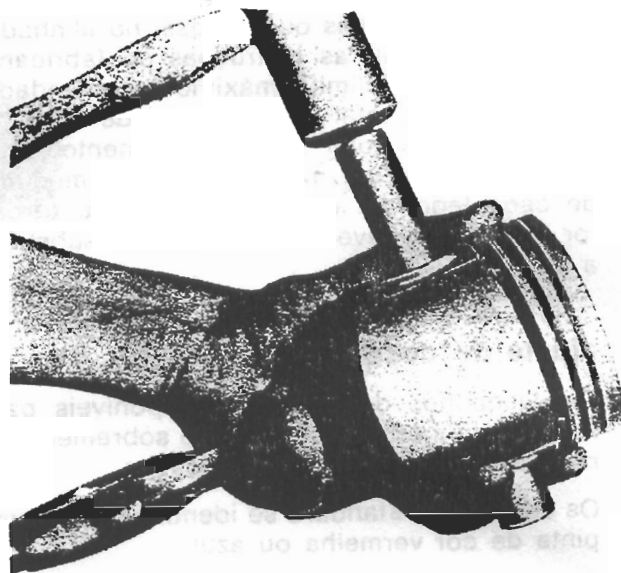

fig. 40
- 2 - Tirar os anéis de segmento e anéis de trava do pino e, em seguida, tirar o pino e a biela (fig. 40). Inutilizar as travas.